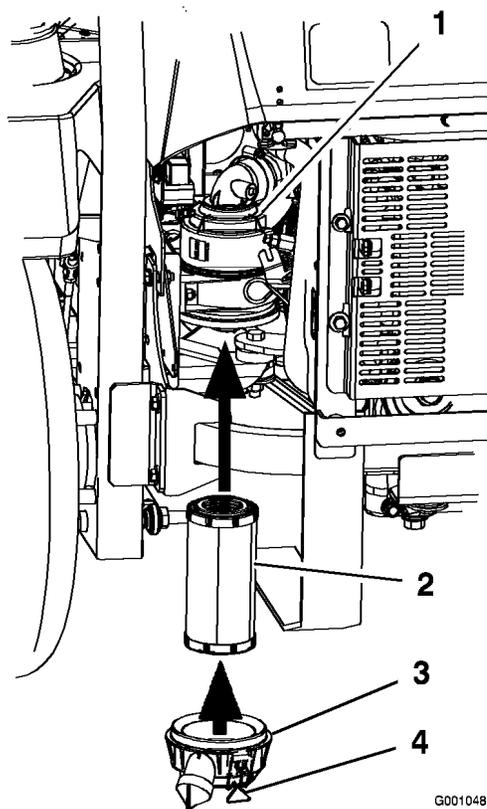

Figure 34
2. Insérez le filtre dans le corps avec précaution (Figure 34). Assurez-vous qu'il est bien engagé en appuyant sur le rebord extérieur.
3. Remettez en place et verrouillez le couvercle du filtre à air (Figure 34).